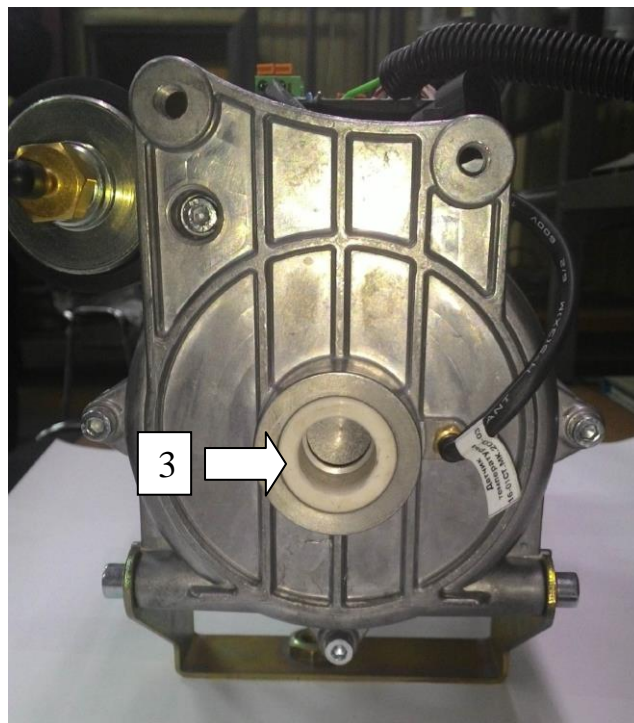

Рис.29 Расположение уплотнительной втулки электронасоса
- вынуть электронасос из уплотнительной втулки поз.3 рисунок 29 корпуса подогревателя.
Монтаж насоса производить в обратной последовательности, при необходимости уплотнительную втулку поз.3 рисунок 29 заменить.